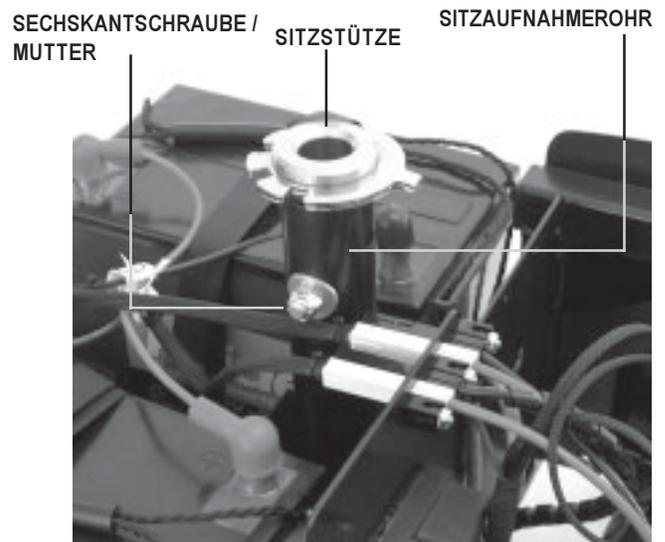

Abb. 13. Einstellung der Sitzhöhe
3. Zwei 17mm Schraubenschlüssel benutzen, um die Sechskantschraube und Mutter zu lösen und abzunehmen. Siehe Abb. 13.